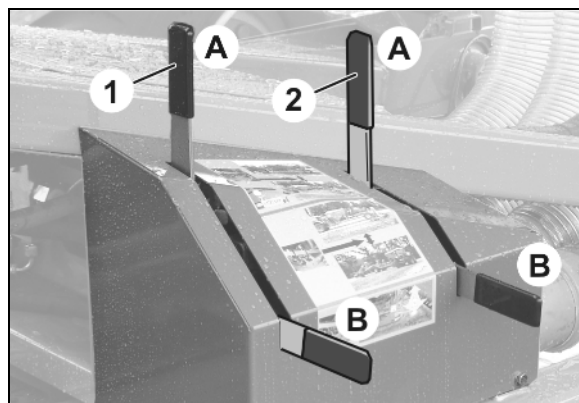

Рис. 95
1. Открутите оба болта (Рис. 95/1).
3. Затяните болты (Рис. 95/1).